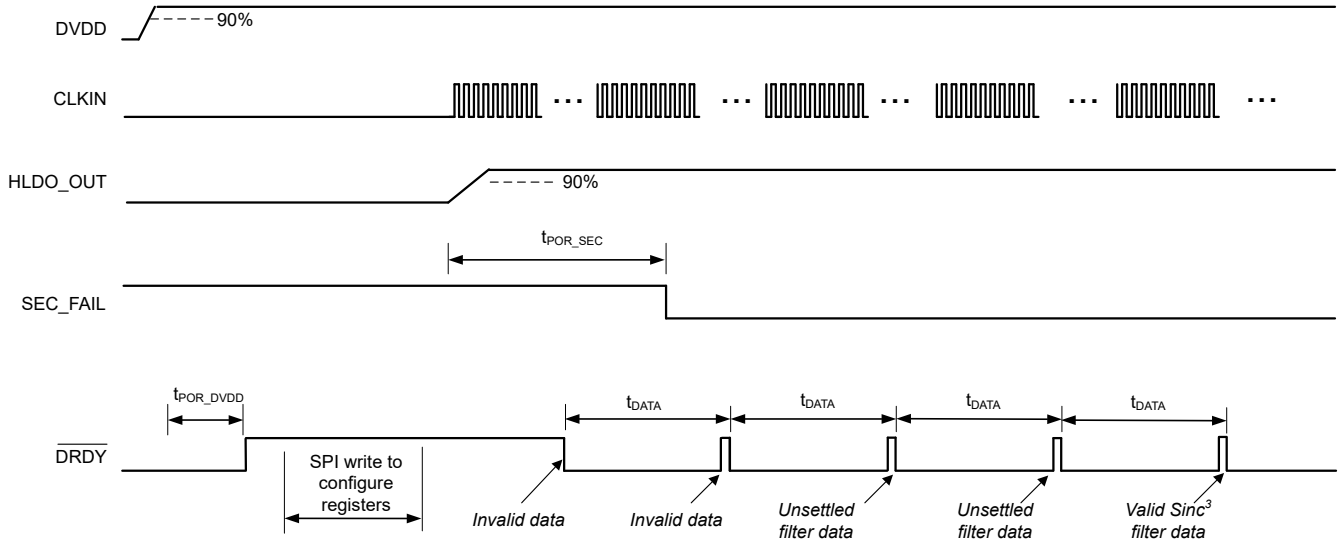
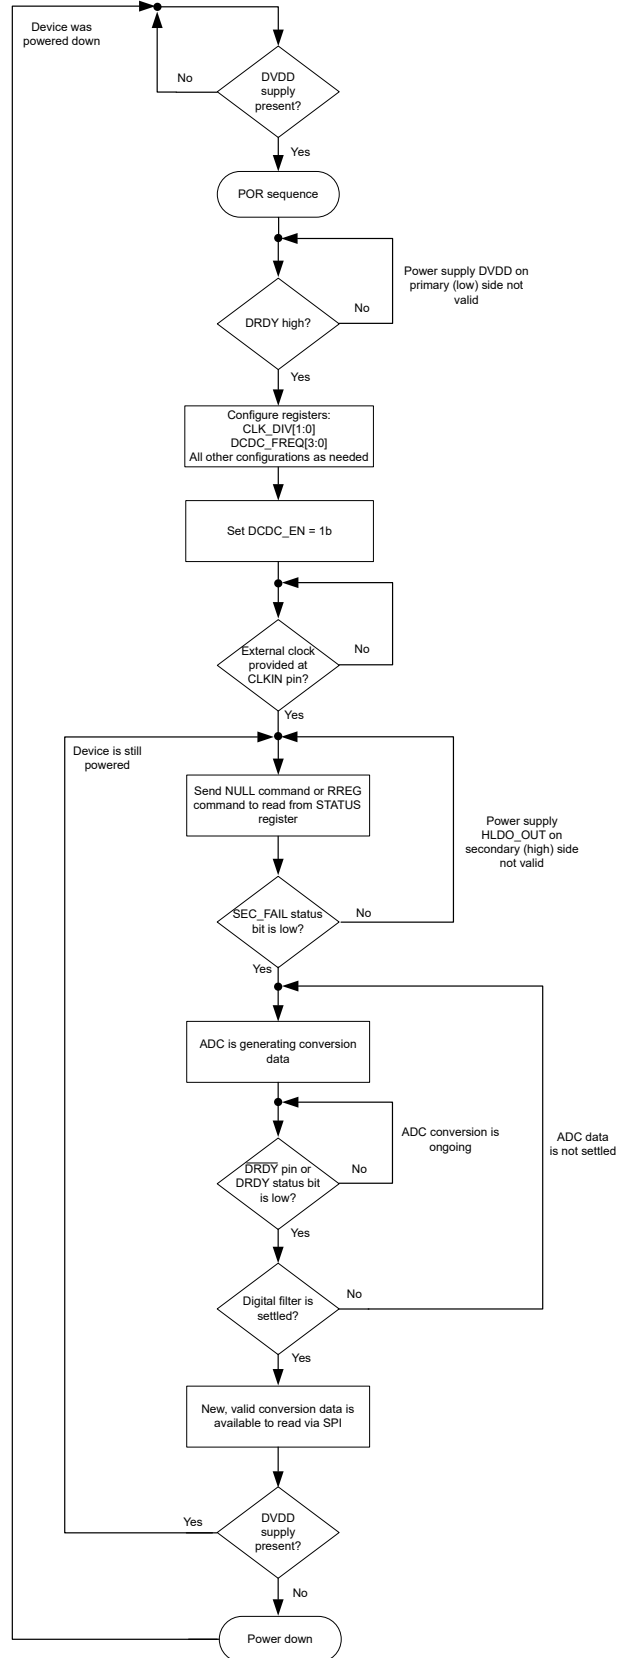

图 8-16. 上电启动行为和稳定时间，OSR = 1024
图 8-17. 上电启动过程的流程图
本节介绍了 AMC130M02 上电的推荐步骤。图 8-16 所示为使用此建议序列时器件行为的时序图。图 8-17 以图形方式提供了建议序列的流程图。
- $\overline{\text{DRDY}}$ 从高电平转换到低电平表示新的转换数据可用。如图 8-16 所示，只有 SEC_FAIL 在转换期间读取为 0b 时，ADC 数据才有效。图 8-16 中显示的前两个转换结果表示无效数据。
- 当 ADC 生成有效数据时，数字滤波器必须稳定，如 SINC^3 和 $\text{SINC}^3 + \text{SINC}^1$ 滤波器部分所述。图 8-16 中展示的两个后续转换结果是未稳定的结果（假设 OSR 等于 1024），而显示的最后一个转换结果提供了有效的稳定数据。
在图 8-16 中， $t_{\text{POR_SEC}}$ 是从启用直流/直流转换器到 SEC_FAIL 位的第一个下降沿的时间，其中后者表示 HLDO_OUT 引脚上的次级电源已稳定。 $t_{\text{POR_DVDD}}$ 是从 DVDD 电源 90% 到 $\overline{\text{DRDY}}$ 第一个上升沿的时间。